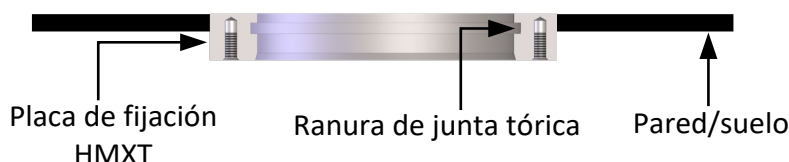

Ilustración 14: Placa de fijación con montaje empotrado
1. Cuando la placa de fijación se haya soldado, asegúrese de que esté empotrada en la superficie interna (Ilustración 14).